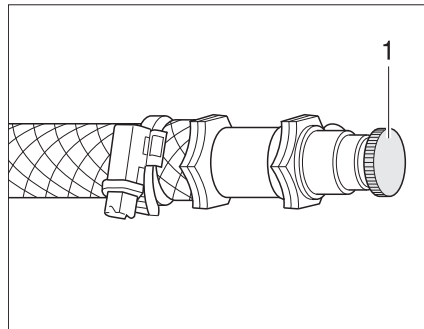

Bild 155 Avluftningsventil varmvatten-värmesystem
- Öppna avluftningsventilen (Bild 155,1) och låt den vara öppen så länge det kommer ut luft.